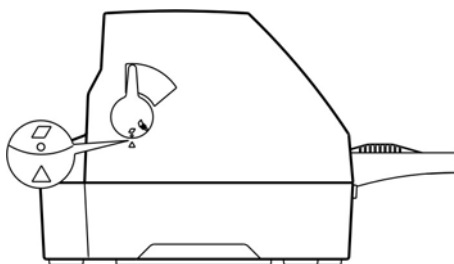

图 3-2 设定单页/连续纸进纸选择杆位置（单页纸）
2. 将单页/连续纸进纸选择杆置于单页进纸方式位置。如图 3-2 所示，确保单页纸符号对准打印机外壳上的“△”标志。